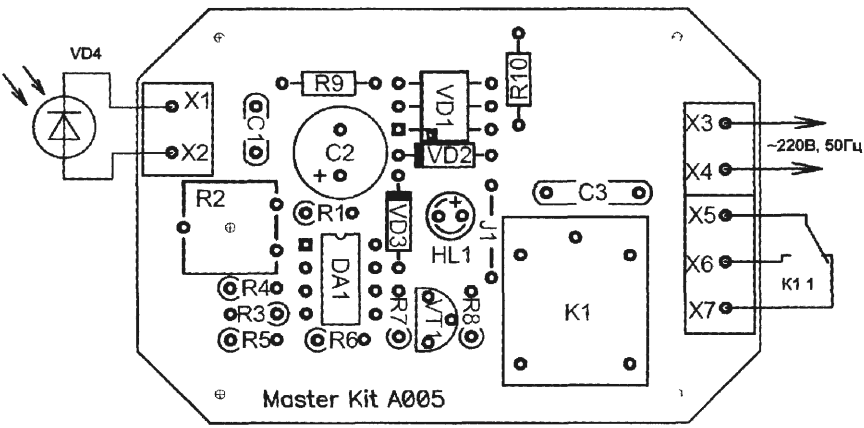

Рис. 7. Схема подключения
Схема подключения приведена на рис. 7.
3. Соблюдая полярность к клеммам X1, X2 подключают фотодиод VD4 (рис. 7): к клемме X1 подсоединяют катод фотодиода, к клемме X2 – анод.